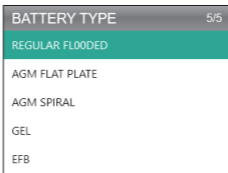

Abbildung 4.2.3
3. Wählen Sie den entsprechenden Batterietyp aus und drücken Sie [OK] (siehe Abbildung 4.2.3). Der genaue Batterietyp ist normalerweise auf dem Batterieetikett aufgeführt.